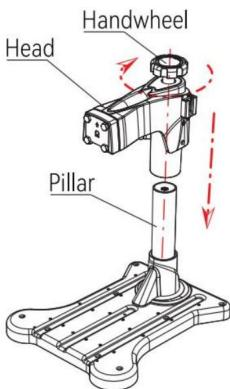

Fig 1
1. Sätt in huvudet i pelaren och vrid ratten 10 gånger medurs, vilket indikerar att huvudet är installerat (som visas i fig1).